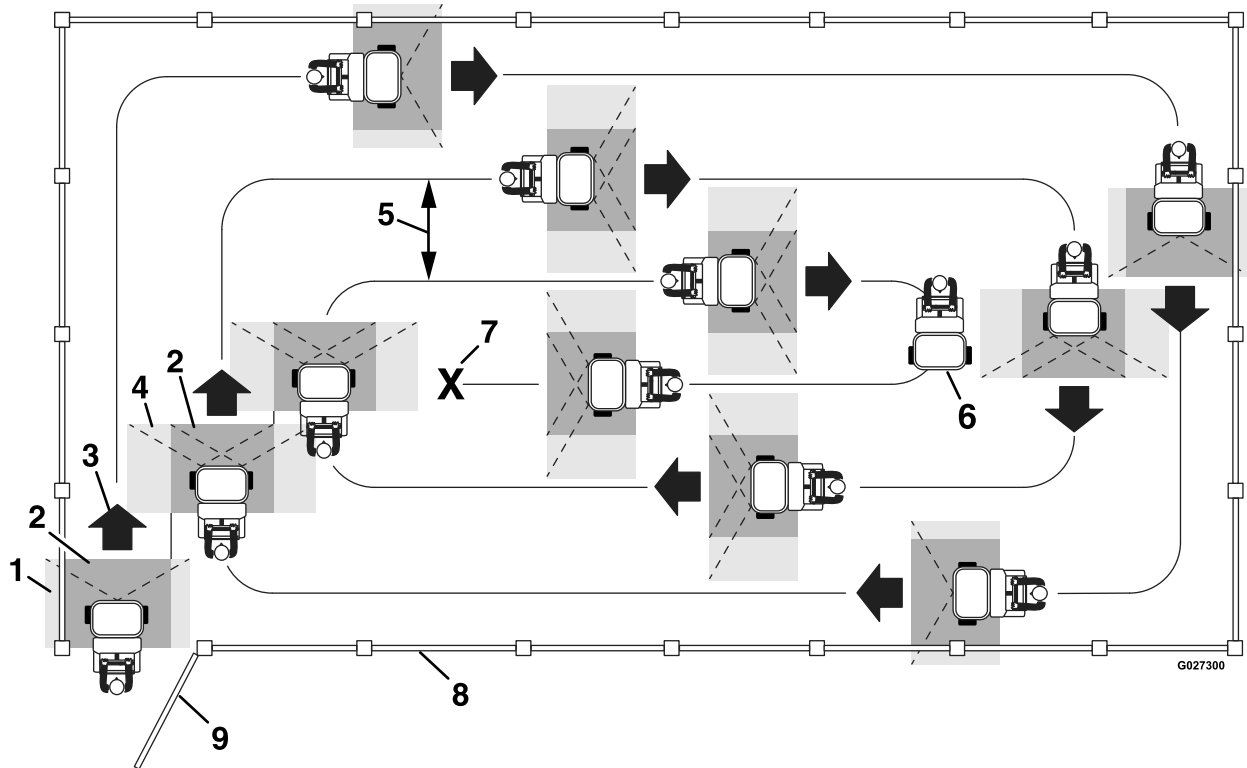

Figure 58
- N'empiétez pas sur la zone de pulvérisation effective que vous avez pulvérisée précédemment (voir Figure 58).